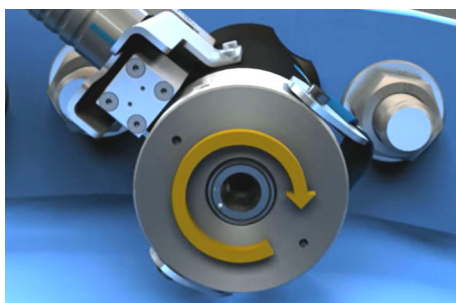

Рис. 25: Навинчивание
3. ➔  Используя подходящий инструмент, навинтить натяжной болт на винт (Рис. 25). При этом перекрытие резьбы должно составлять не менее диаметра винта.